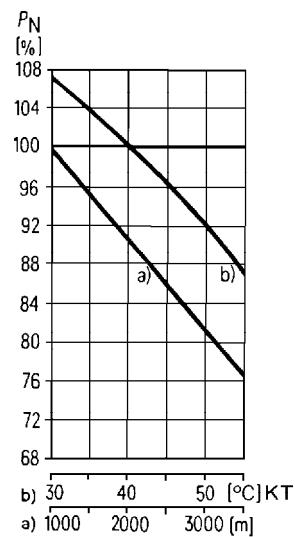

Fig. 3
Il carico nominale segnato sulla targa dei dati vale per l'esercizio continuo fino ad una temperatura ambiente di 40°C ed impiego ad una altitudine fino a 1000 m sopra il livello del mare. Per temperature differenti del refrigerante (KT) ed altitudini d'impiego superiori ai 1000 m sopra il livello del mare le potenze d'esercizio continuato P_N possono venir lette in percento della potenza nominale dalle seguenti caratteristiche vedi Fig. 3.
Den på märkplaten angivna märkeffekten gäller för kontinuerlig drift upp till en omgivningstemperatur 40°C och uppställning på höjder upp till 1000m över havet. För avvikande kylmedeltemp. (KT) och uppställningshöjder större än 1000m över havet kan kontinuerliga effekter P_N fås i procent av märkeffekten enligt följande kurvor (Fig. 3).